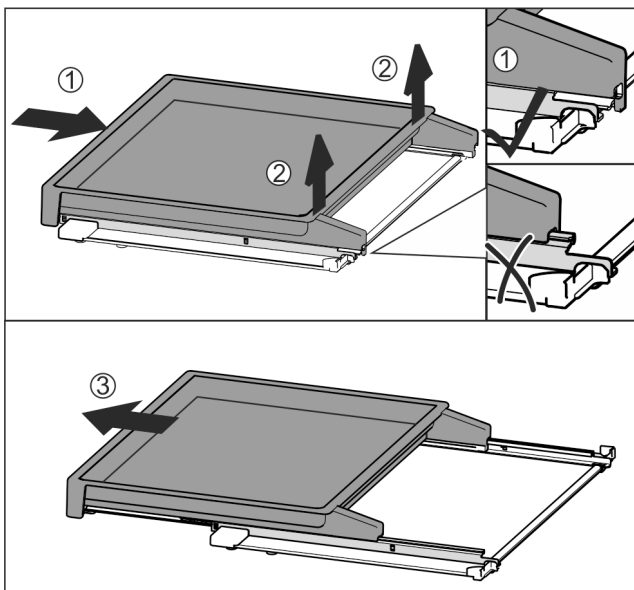

Fig. 112
- Skub udtrækshylden helt ind Fig. 112 (1).
- Løsn holderne bagtil Fig. 112 (2).
- Træk udtrækshylden ud fremad Fig. 112 (3).